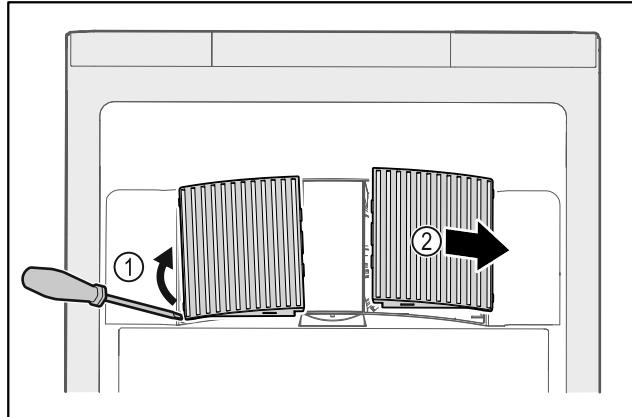

Fig. 141
- Осторожно подденьте крышки вентилятора сбоку Fig. 141 (1) и снимите их движением вперед Fig. 141 (2).